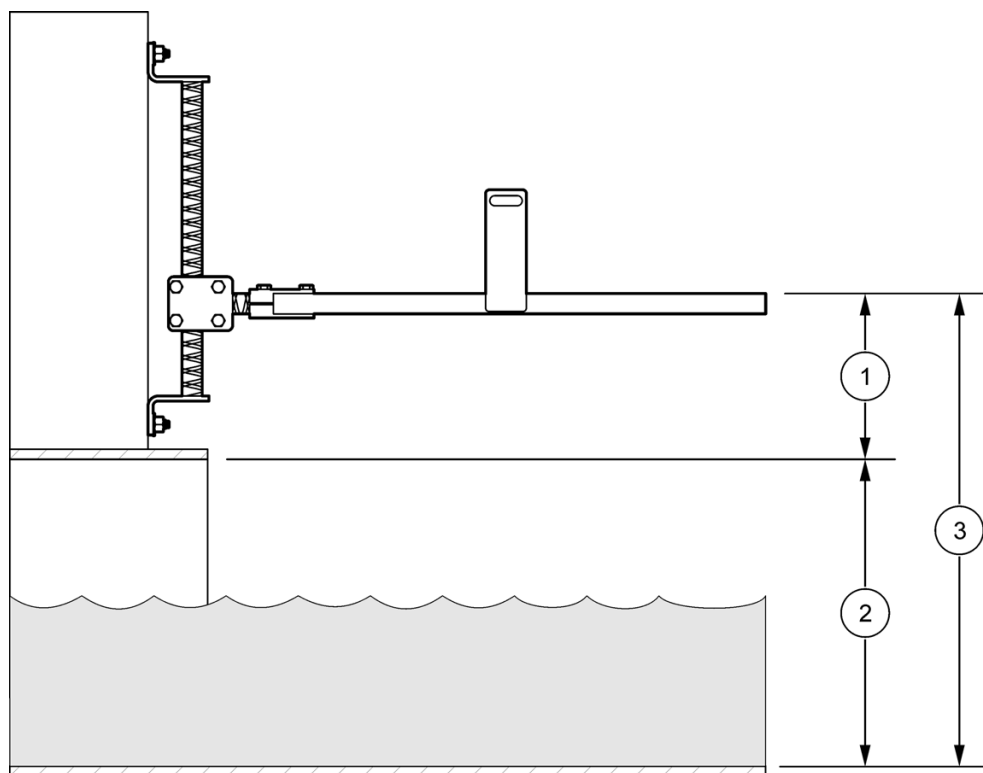

Figura 16 Offset del sensore
1. Posizionare l'asta nella parte inferiore della tubatura o del canale e allinearla verticalmente alla struttura (Figura 16).
Nota: se non è pratico misurare la parte inferiore della tubatura, misurare la distanza dalla corona della tubatura alla parte superiore della struttura (Figura 16). Aggiungere questa distanza al diametro della tubatura per ottenere l'offset del sensore ($\text{offset del sensore} = \text{diametro della tubatura} + \text{distanza dalla corona della tubatura alla parte superiore della struttura}$).